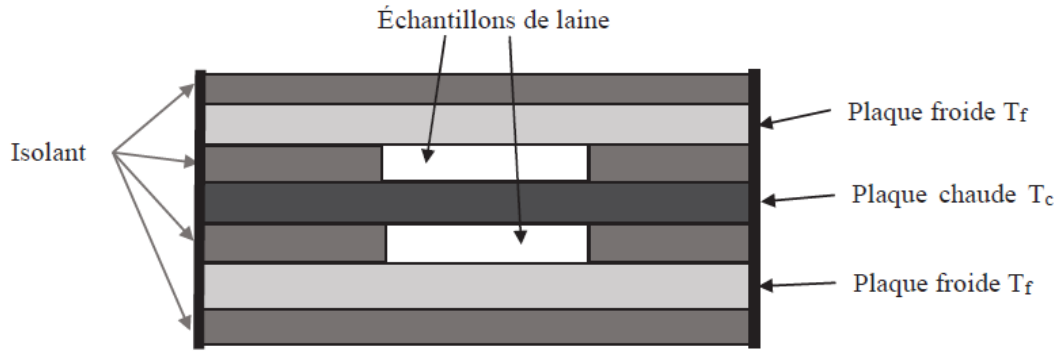

Figure 2 - Principe de la plaque chaude gardée
- 26.** On peut mesurer expérimentalement la conductivité thermique de la laine à partir d'un échantillon de celle-ci par la méthode de la plaque chaude gardée (figure 2). L'échantillon est formé de deux « plaques » de laine identiques d'épaisseur  $e$  et de surface  $S$  séparées par une plaque chaude. Un même flux thermique  $\phi$ , engendré par effet Joule dans un conducteur électrique inséré dans la plaque chaude, traverse les échantillons. Les plaques d'échantillon sont encadrées chacune par une plaque froide. Les températures  $T_c, T_f$  des plaques chaude et froide sont mesurées en régime permanent par des thermocouples.